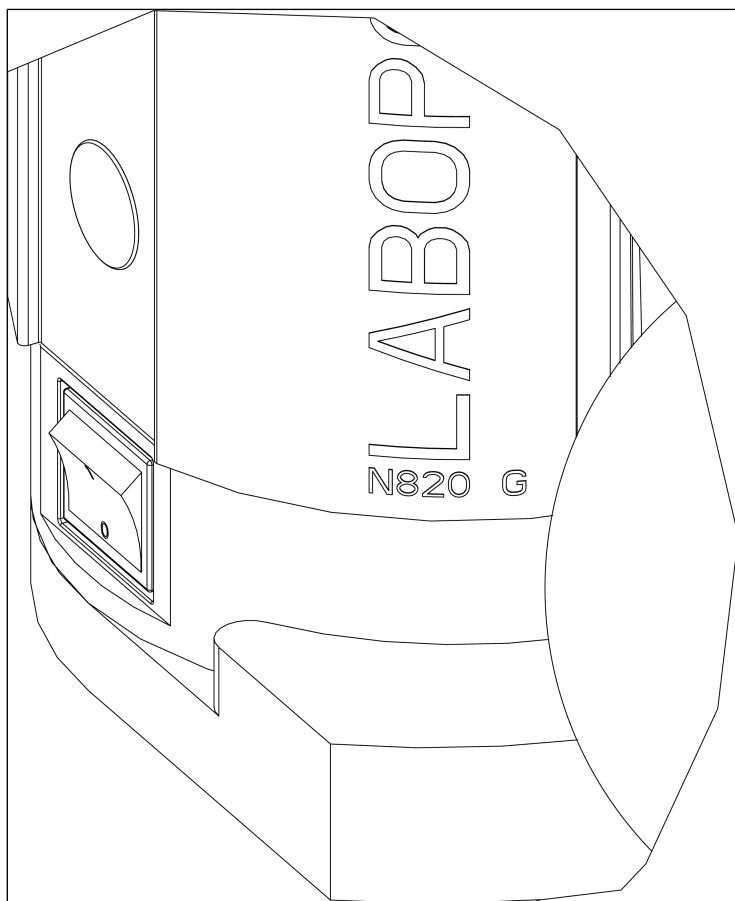

Fig. 8: Conexión y desconexión del sistema de vacío con interruptor de alimentación
- Conectar el sistema de vacío con el interruptor de alimentación (ver Fig. 8).